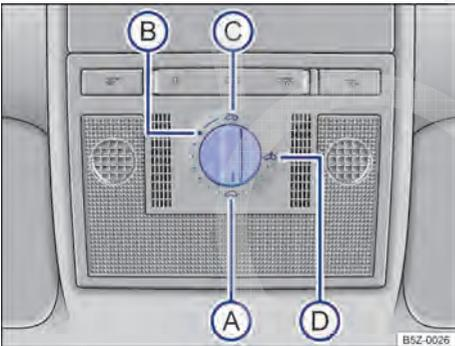

Fig. 59 No revestimento do teto: interruptor rotativo do teto solar.
Girar o interruptor rotativo → **Fig. 59** para a posição desejada para regular as seguintes posições do teto solar:
- Girar o interruptor rotativo para a posição → Fig. 59 (A) e puxar para baixo na área posterior, até que o teto solar esteja completamente fechado.